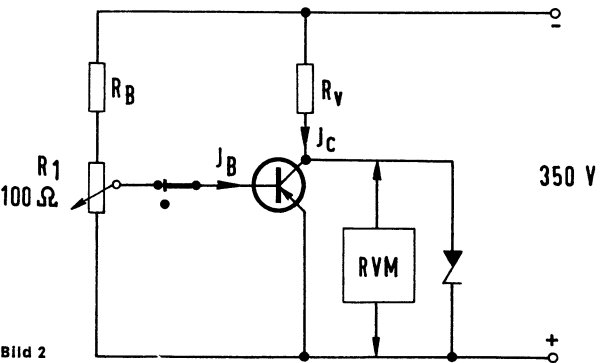

Bild 2
- 1. Messen der Durchbruchspannung U_{CE0} (Bild 2)
- 2. Messen des Leistungsdurchbruchs („Second Breakdown“ Bild 2)
Mit der Meßschaltung nach Bild 2 wird mittels des zwischen Kollektor und Emitter liegenden Universal-Voltmeters die U_{CE0} gemessen. Die Basis ist offen und der Widerstand R_V ist so einzustellen, daß $J_E = 100\text{ mA}$ beträgt.
Der sekundäre Durchbruch tritt bei örtlicher Überhitzung in der Sperrschicht auf. Dieser Effekt rührt von einer heißen Stelle in der Sperrschicht her, die sich durch Konzentration des Stromes auf eine kleine Fläche bildet. Der Basisstrom fließt vom ringförmigen Basisanschluß in radialer Richtung einwärts durch die dünne Basisschicht zwischen Emitter und Kollektor. Da dieser Weg einen Widerstand aufweist, entsteht ein Spannungsgefälle, welches den Kollektorstrom in der Mitte der Basis konzentriert. Betreibt man den Transistor wiederholt im Bereich des sekundären Durchbruchs, so wird nach und nach die Sperrschicht zerstört, bis Emitter und Kollektor kurzgeschlossen sind. Diese Erkenntnis ist sehr wichtig, leider aber noch nicht allgemein bekannt. Immer wieder „sterben“ in Schaltungen Leistungstransistoren, die dem ersten Anschein nach mit den vom Hersteller angegebenen Grenzdaten nicht überfordert wurden. Die zulässige Gesamtverlustleistung eines Transistors ist abhängig von der Spannung U_{CE} . Für die für den SV 40 geeigneten Transistoren wurde mit den Transistorherstellern ein Wert festgelegt, aus dem sich nach $J = \frac{N}{U}$ bei $U_{CE} = 50\text{ V}$ ein Strom von 350 mA ergibt. Der Vorwiderstand R_V in Bild 2 ist entsprechend einzustellen. Die Prüfung erfolgt nun so, daß der Schleifer von R_1 vom oberen Anschlag (der Transistor ist leitend, also niederohmig) nach unten in Richtung „hochohmig“ gedreht wird. Der Strom J_C bleibt wegen des relativ hohen Innenwiderstandes der Stromversorgung durch R_V annähernd konstant.
Der sekundäre Durchbruch tritt bei örtlicher Überhitzung in der Sperrschicht auf. Dieser Effekt rührt von einer heißen Stelle in der Sperrschicht her, die sich durch Konzentration des Stromes auf eine kleine Fläche bildet. Der Basisstrom fließt vom ringförmigen Basisanschluß in radialer Richtung einwärts durch die dünne Basisschicht zwischen Emittor und Kollektor. Da dieser Weg einen Widerstand aufweist, entsteht ein Spannungsgefälle, welches den Kollektorstrom in der Mitte der Basis konzentriert. Betreibt man den Transistor wiederholt im Bereich des sekundären Durchbruchs, so wird nach und nach die Sperrschicht zerstört, bis Emittor und Kollektor kurzgeschlossen sind. Diese Erkenntnis ist sehr wichtig, leider aber noch nicht allgemein bekannt. Immer wieder „sterben“ in Schaltungen Leistungstransistoren, die dem ersten Anschein nach mit den vom Hersteller angegebenen Grenzwerten nicht überfordert wurden. Die zulässige Gesamtverlustleistung eines Transistors ist abhängig von der Spannung U_{CE} . Für die für den SV 40 geeigneten Transistoren wurde mit den Transistorherstellern ein Wert festgelegt, aus dem sich nach $J = \frac{N}{U}$ bei $U_{CE} = 50 \text{ V}$ ein Strom von 350 mA ergibt. Der Vorwiderstand R_V in Bild 2 ist entsprechend einzustellen. Die Prüfung erfolgt nun so, daß der Schleifer von R_1 vom oberen Anschlag (der Transistor ist leitend, also niederohmig) nach unten in Richtung „hochohmig“ gedreht wird. Der Strom J_c bleibt wegen des relativ hohen Innenwiderstandes der Stromversorgung durch R_V annähernd konstant.